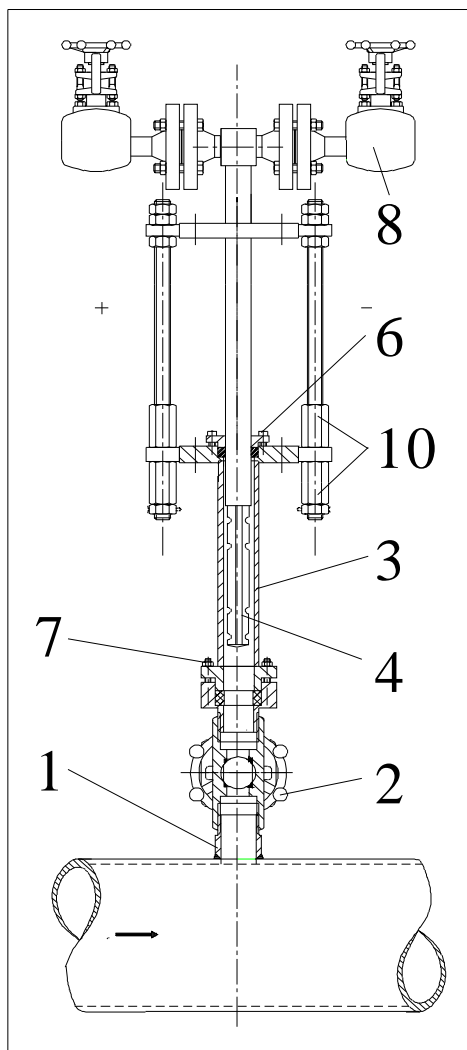

Abb. 14: ITABAR-Sonde im ausgezogenen Zustand
2. Lösen Sie ganz leicht die Schrauben/ Muttern {6+7} der Packung, bevor Sie mit dem Ausziehen der Sonde {4} beginnen. (Abb.14).
3. Ziehen Sie die Sonde aus die Rohrleitung heraus, indem Sie wechselweise die Ein- und Ausziehmutter {10} in die erforderliche Richtung drehen. Achten darauf, daß Sie je Mutter nicht mehr als 2 Umdrehungen ausführen, um den Sensor nicht zu verkanten. (Abb.14).
4. Wenn die Sonde vollständig herausgefahren ist, man beachte die Stellung der Gewindestangen, kann der Absperrschieber {2} zur Rohrleitung geschlossen und die Sonde dann vollständig (z.B. für Reinigungszwecke) demontiert werden. (Abb.14).